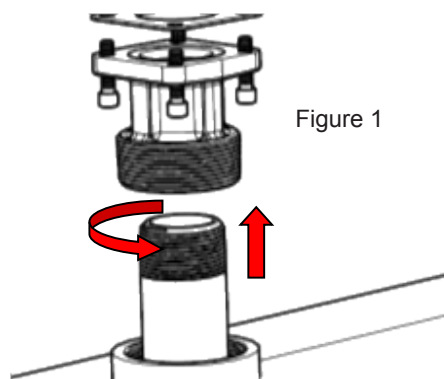

Figure 1
1. Visser le tuyau de 1-1/4 po dans l'adaptateur de citerne. Assurer l'étanchéité aux liquides du filetage à l'aide d'une pâte d'étanchéité adaptée (Figure 1).